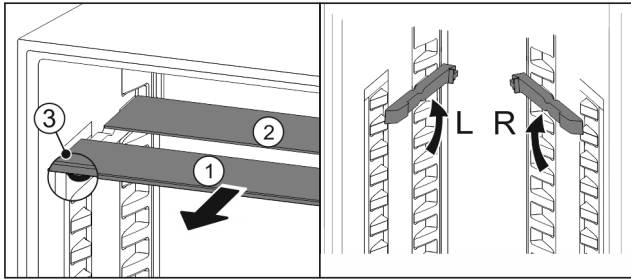

Fig. 124
- ▶ 将玻璃隔板逐个向前拉出 Fig. 124 (1)。
- ▷ 带装饰条的玻璃隔板 Fig. 124 (1)在前。
- ▷ 阻挡装置 Fig. 124 (3)指向下方。